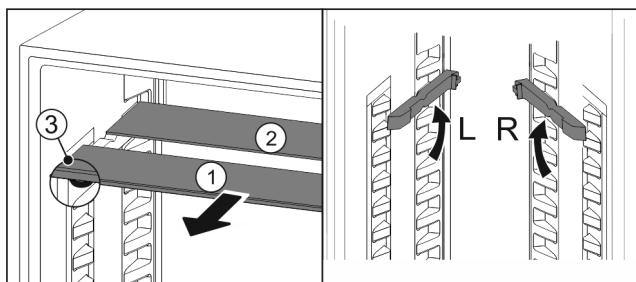

Fig. 114
- Vytiahnite sklené dosky jednotlivu dopredu Fig. 114 (1).
- ▷ Sklená doska Fig. 114 (1) s ozdobnou lištou leží vpredu.
- ▷ Zarážky Fig. 114 (3) ukazujú nadol.